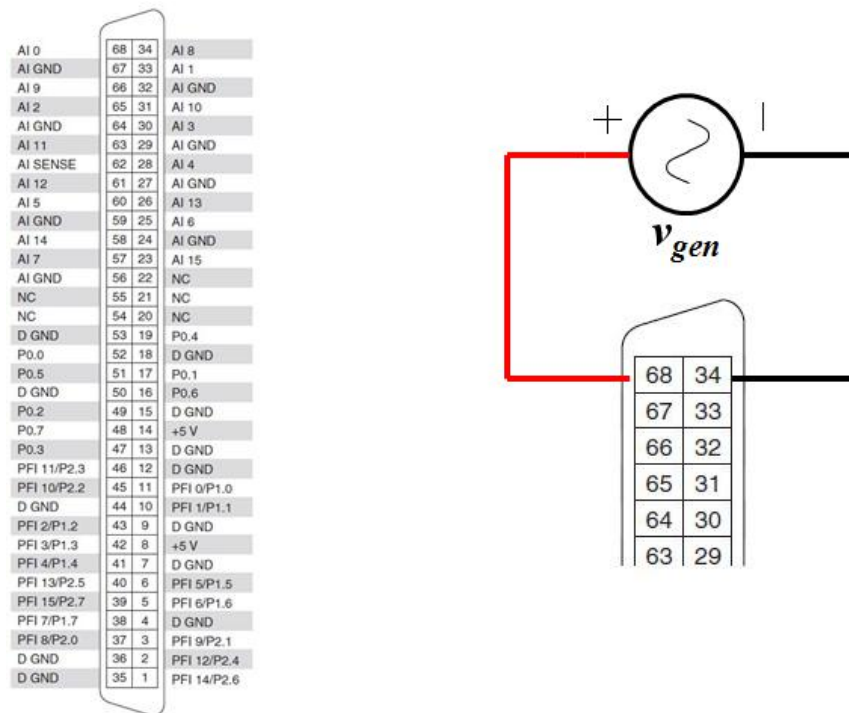

Fig. 5.- Connexió del generador de funcions a l'estrada del DAQ. (a) Distribució de pins; (b) Punt on s'han de connectar les bornes.
- **a1:** Amb el generador de funcions configureu una tensió sinusoïdal de **1V** de pic i **1kHz** i connecteu la sortida als bornes AI0 (+ vermell al pin 68) i AI8 (- negre al pin 34) segons s'indica a la Fig. 5